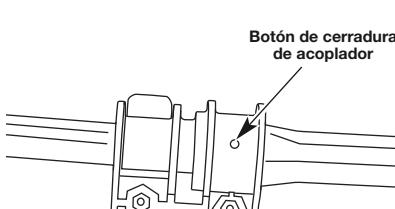

Fig. 3
3. Deslice la parte superior del eje de la pluma inferior hacia la parte inferior del eje de la pluma superior y únalos hasta que el acoplador quede ajustado contra la pluma superior. Asegúrese de que el Botón de cerradura de acoplador encaje en el agujero (Fig. 3).